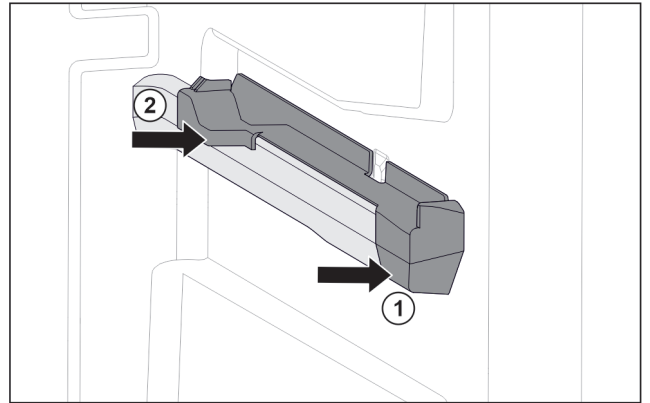

Fig. 124 Påsettsingsdel på høyre beholderribbe
- ▶ Sett på påsettsingsdel foran på beholderribben. Fig. 124 (1)
- ▶ Trykk på påsettsingsdel bak. Fig. 124 (2)